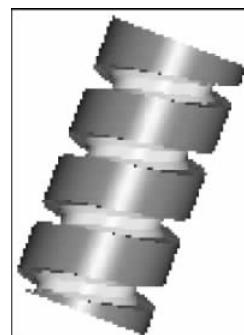

图 5-126 实体加工模拟效果
(11) 单击加工操作管理器中的“实体加工模拟”按钮 ,系统弹出“实体切削验证”对话框,单击“模拟执行”按钮 ,实体加工效果如图 5-126 所示。